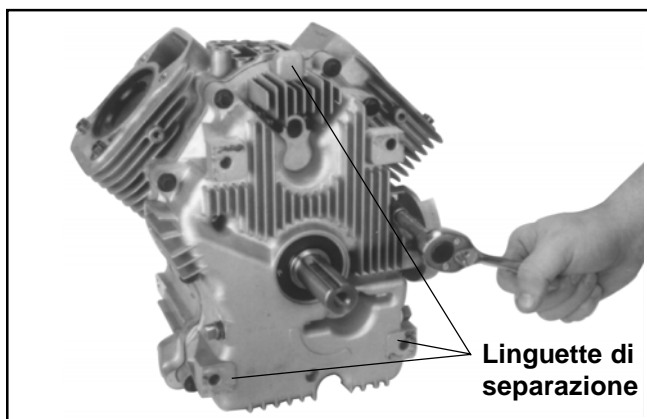

Figura 9-49. Rimozione dei dispositivi di fissaggio della coppa dell'olio.
1. Rimuovere le dieci viti esagonali che fissano la coppa dell'olio al carter. Vedere Figura 9-49.
2. Localizzare le linguette di separazione pressofuse nel perimetro della coppa dell'olio. Inserire il lato di pressione di una barra da 1/2" tra le linguette di separazione ed il carter e fare leva per rompere la tenuta RTV. Vedere Figura 9-49. Non fare leva sulle superfici di tenuta, altrimenti si possono verificare perdite.